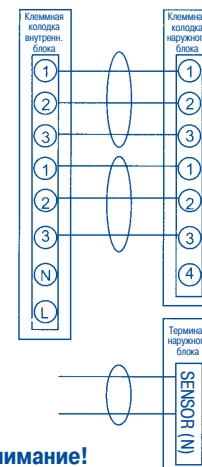
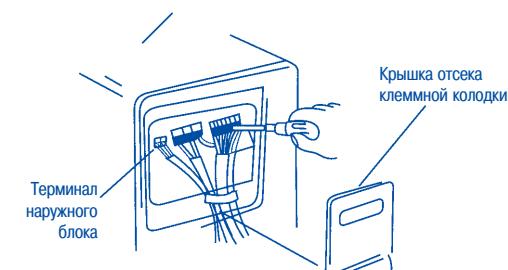

Рис. 14
Рис. 17
(1) Перед началом работ убедитесь, что напряжение в сети электропитания соответствует номинальному напряжению, указанному на заводской табличке кондиционера.
(2) Выполните электромонтаж в соответствии с электрической схемой (рис. 14)
- 2) Подсоедините кабель к контактам клеммы колодки в соответствии с рис. 14 и рис. 17.